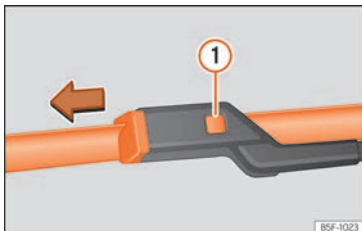

Abb. 41 Scheibenwischerblätter vorne auswechseln.
- Entriegelungstaste » **Abb. 41** **i** gedrückt halten und gleichzeitig das Scheibenwischerblatt in Pfeilrichtung abziehen.